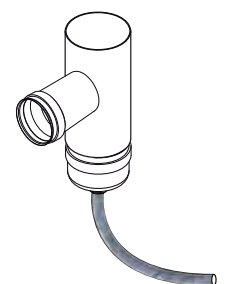

fig. 5.5.3
**Es necesario proporcionar tubo de evacuación de líquidos en el primer acople en T al nivel de la salida de humo, para permitir la evacuación del agua de condensación que puede formarse en el conducto (fig. 5.5.3).**